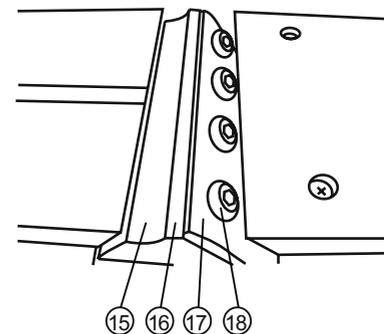

Рис.5
3. Поверните рубанок подошвой вверх. Проверните барабан 15 (рис. 5) так, чтобы Вы увидели винты 18 фиксатора ножа 17.